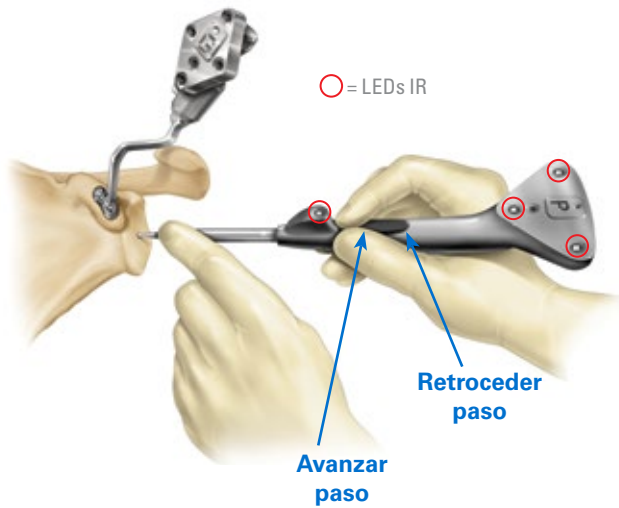

Figura 30a
Los trackers se pueden emparejar antes o después de seleccionar la información del paciente. Antes de comenzar el registro, asegúrese de que el tracker G está totalmente asentado en el bloque de la coracoides. Presione el tracker de sonda (P) con el dedo índice en el botón de avance asegurándose de no obstruir el LED de IR entre el botón y la punta de la sonda (Figura 30a).